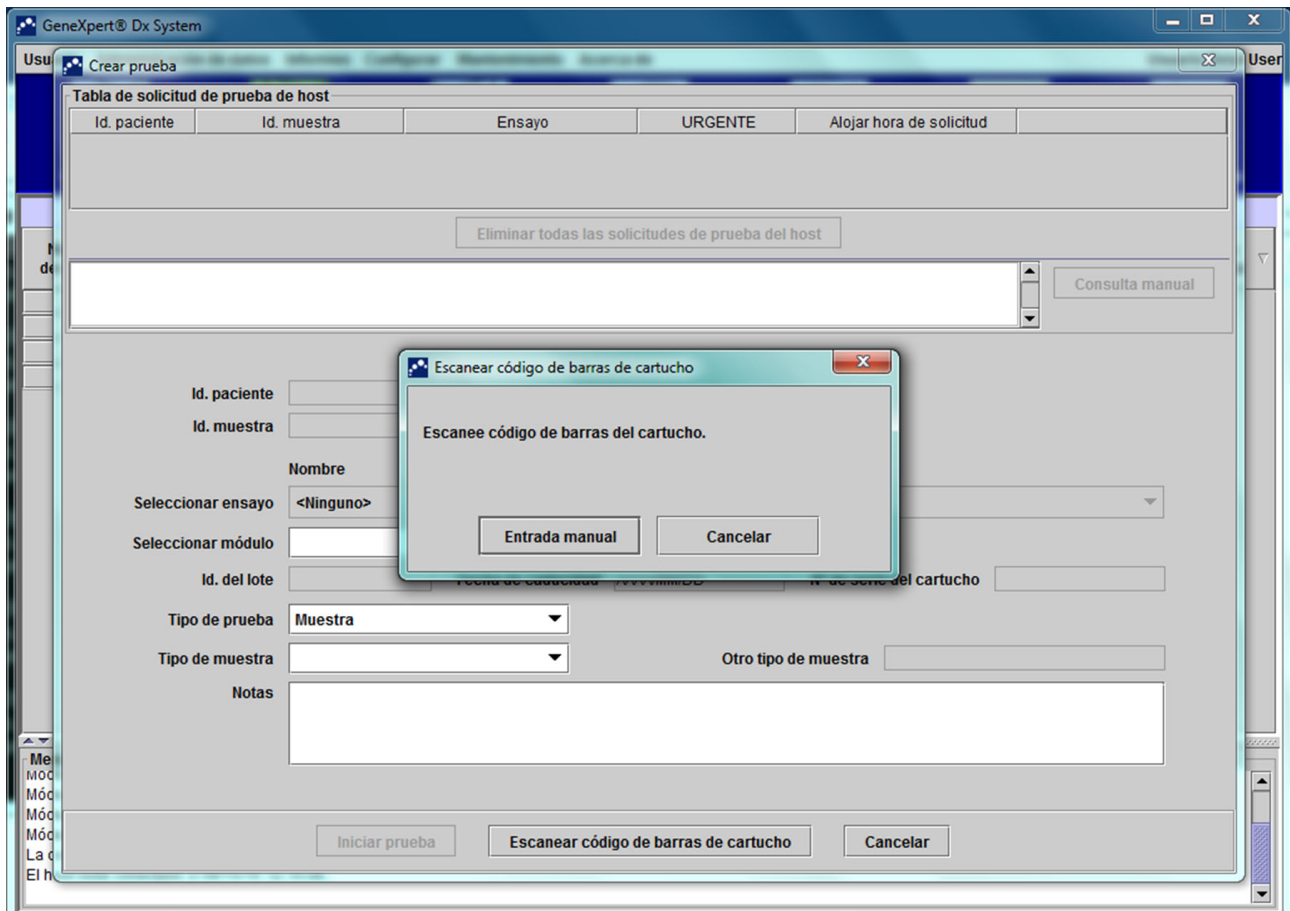

Figura 5-114. Tabla de solicitudes con la pantalla Scan Cartridge Barcode (Escanear código de barras del cartucho) superpuesta
- Se mostrará la pantalla Host Test Order (Solicitud de pruebas del host) con una pantalla Scan Cartridge Barcode (Escanear código de barras del cartucho) superpuesta. Consulte la figura 5-114.
- Como se indicó en la figura 5-114, escanee el código de barras del cartucho utilizando el escáner suministrado.